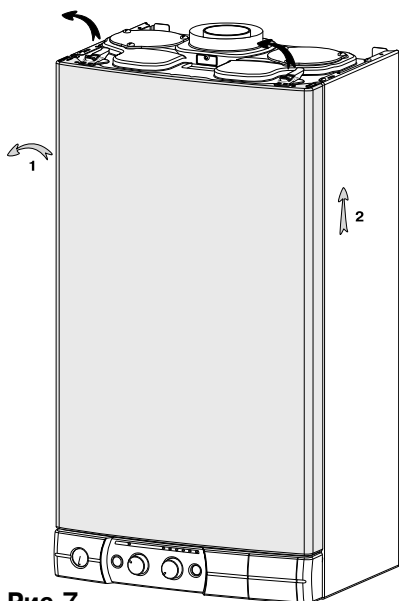

Рис.7
- Вывинтите фиксирующие винты и отожмите два фиксатора **A** лицевой панели (рис. 7).